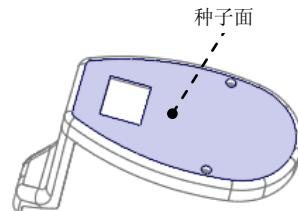

图 26.5 定义种子面
(1) 采用“种子面与边界面”的方法选取所需要的曲面。用户分别选取种子面和边界面后，系统则会自动选取从种子曲面开始向四周延伸直到边界曲面的所有曲面（其中包括种子曲面，但不包括边界曲面）。在屏幕右下方的“智能选取栏”中选择“几何”选项。
(2) 先选取“种子面”。选取图 26.5 所示的上表面，该面就是所要选择的“种子面”。